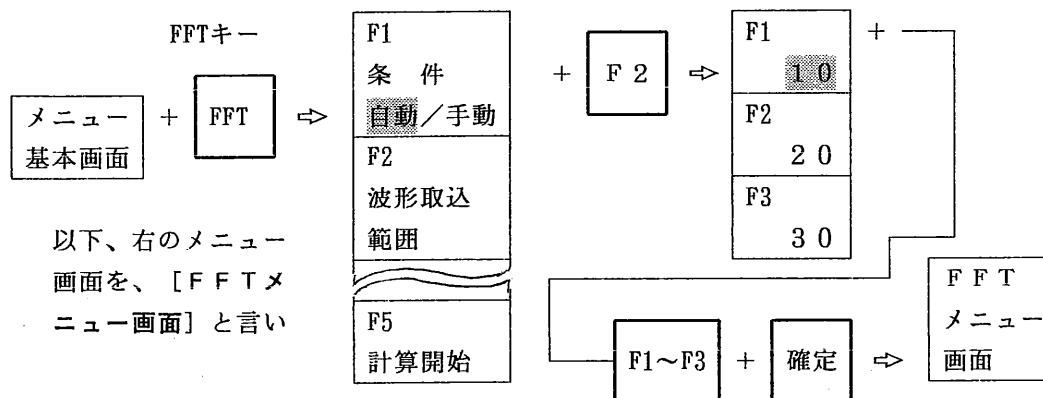

図 7.2.2 自動FFTの手順
- ① 機能キー [F F T] を1回押します。図 7.2.2 に示す選択メニューがメニューエリアに表示されます。
- ② 選択キー [F 2] を1回押します。メニューエリアには、図 7.2.2 に示す波形取込範囲の選択メニューが表示されますから、次の基準を参考にして、数値を選択します。
(1) 広帯域と予想される場合 N = 1 0
(2) 狭帯域と予想される場合 N = 2 0 ~ 3 0